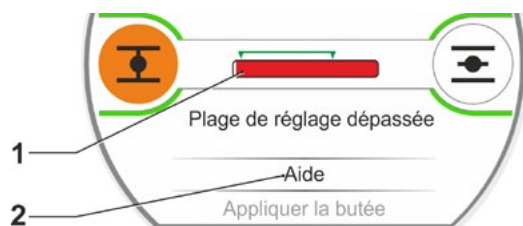

Fig. 11 : zone de butée dépassée
- Si le déplacement dans la plage de réglage valide se poursuit, la couleur de la barre de progression passe du vert au rouge (Fig. 11, Pos. 1) et le message « Plage de réglage dépassée » apparaît. Sélectionner « Aide » (Fig. 11, Pos. 2) et confirmer. Une remarque invitant à modifier la démultiplication de réducteur de signalisation apparaît. Confirmer la remarque et ajuster le pignon baladeur dans le réducteur de signalisation en conséquence (voir aussi l'opération de commande 7) et répéter l'ajustage des butées.